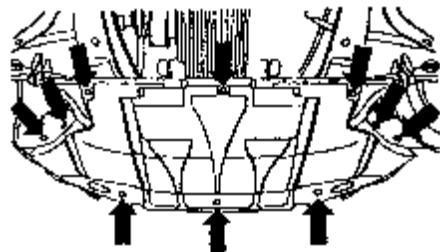

图 8-38 拆卸消音壳
(12) 轻轻拉紧发动机/变速箱，升起汽车，拆下前轮，拆下消音器和消音器支架，如图 8-38 所示。